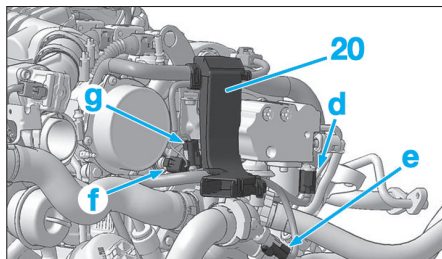

Fig. 68
- les colliers (14) du raccord de sortie d'air turbocompresseur,
- le raccord (15) de sortie d'air turbocompresseur,
- les fixations (16), (17) (raccord intermédiaire).
- Desserrer le collier (18).
- Déposer le raccord intermédiaire (19).
- Écarter la goulotte du faisceau moteur (20) (Fig.68).